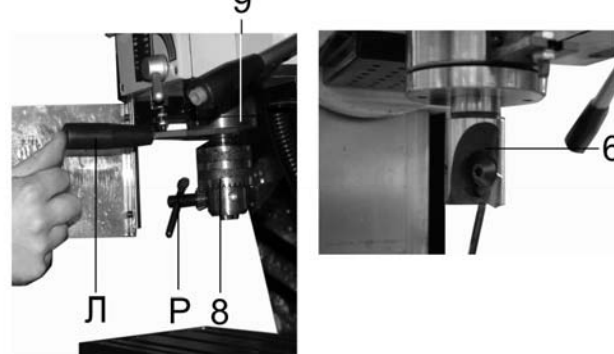

Рис. 9
10.1.6. Установите и с помощью ключа для сверлильного патрона (Р) закрепите в сверлильном патроне (8) необходимый режущий инструмент, Рис. 9.